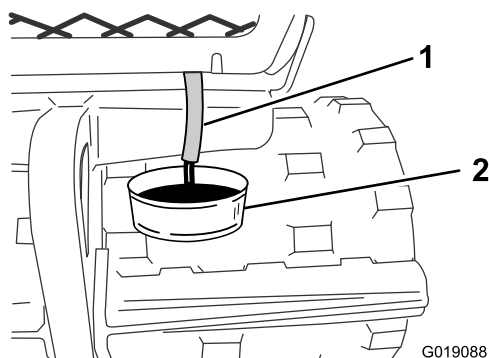

**Figure 56**
4. Essuyez l'extrémité du flexible de vidange, tirez le flexible dans le compartiment moteur et rangez-le à sa place (Figure 56).